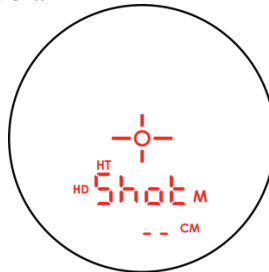

Abbildung 28
1. Drücken Sie kurz  oder , um so lange zu blättern, bis die Hauptanzeige ähnlich wie in Abbildung 28 aussieht.